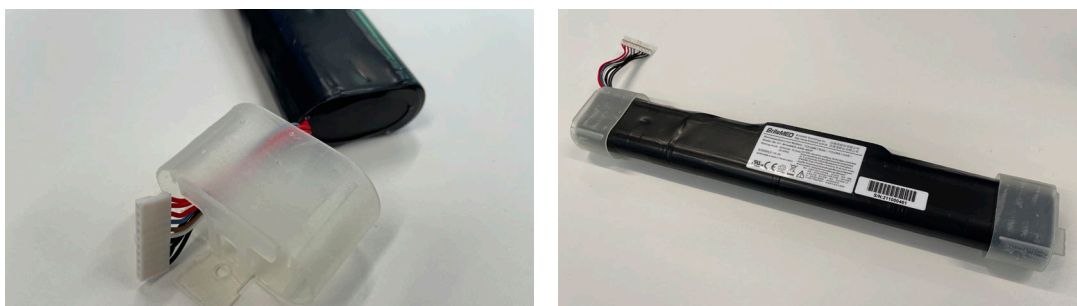

図18 バッテリーキャップを矢印のように取り付ける
- d) 新しいバッテリーにバッテリーキャップを装着します(図18)